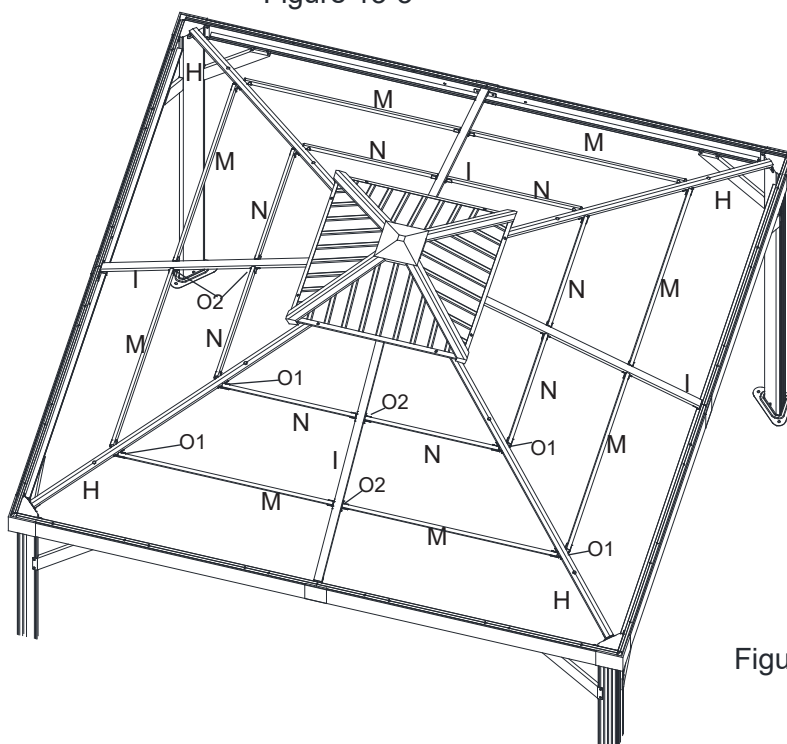

Figure 13-5
13.5. Répétez l'opération pour tous les côtés. Voir la figure 13.5.